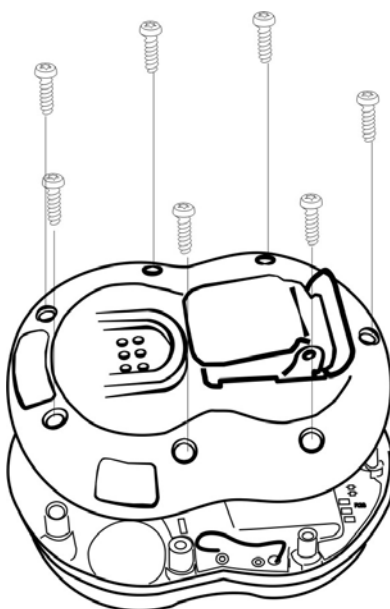

Figura 5-1. Remoção da Tampa do Protégé
- 2) Desaparafuse e remova os 7 parafusos de cabeça Torx da parte traseira do Protégé. Consulte a figura 5-1.